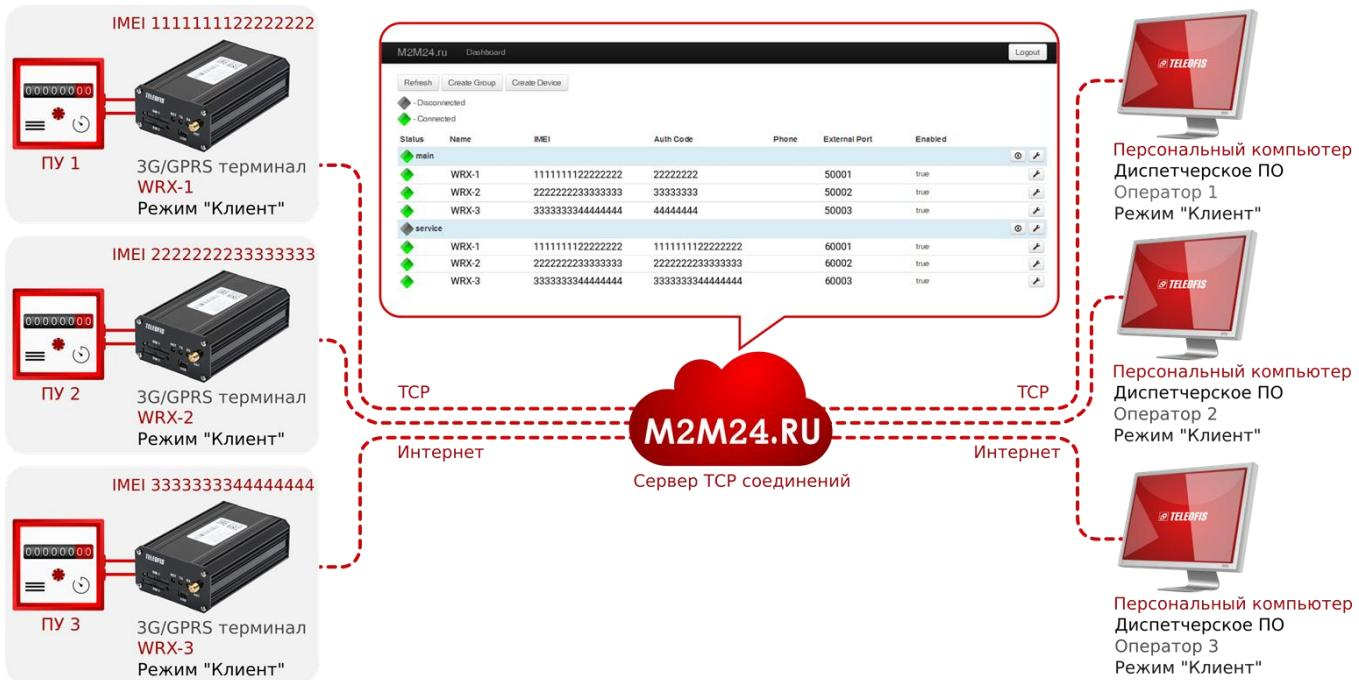

Рис. 21. Схема подключения с использованием служебного сервера «M2M24»
**4. Подключение с использованием служебного сервера.** В тех случаях, когда терминалы и устройства диспетчеризации не имеют возможности получить внешний статический IP-адрес и работают исключительно в режиме TCP-клиентов, оптимальным вариантом для соединения удалённых устройств может стать использование служебного сервера TCP соединений. Такой сервер организовывает и поддерживает каналы связи между различным оборудованием, терминалами и программами диспетчеризации. При этом все подключаемые к серверу устройства могут получать доступ к точкам учёта, работая в режиме TCP-клиентов. В качестве коммутатора TCP каналов компания «TELEOFIS» предлагает клиентам **бесплатный сервер TCP-соединений «M2M24»** (Рис. 21).